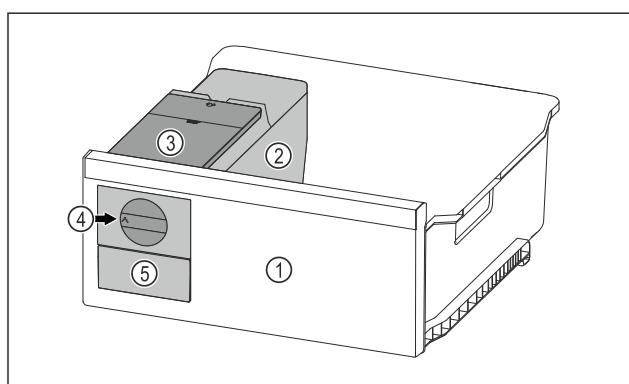

Fig. 108 Ілюстративне зображення
- Поворотну ручку Fig. 108 (4) повернути за годинниковою стрілкою до упору.
- Кубики льоду випадають із ванночки для кубиків льоду у висувний ящик для кубиків льоду Fig. 108 (5). Якщо не всі кубики льоду виймаються з ванночки для кубиків льоду: